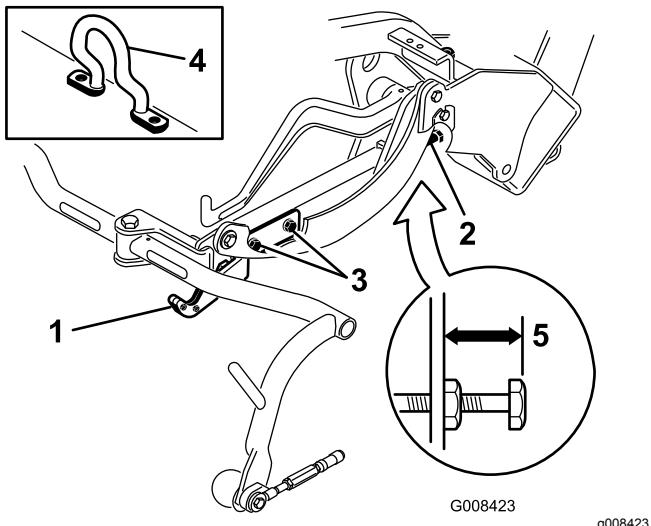
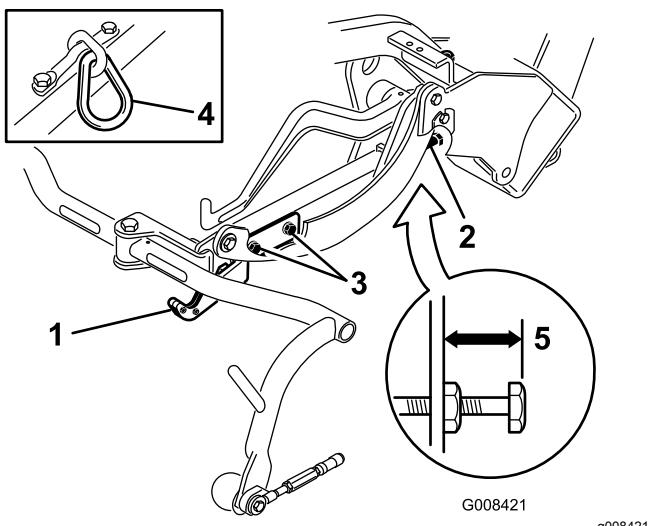
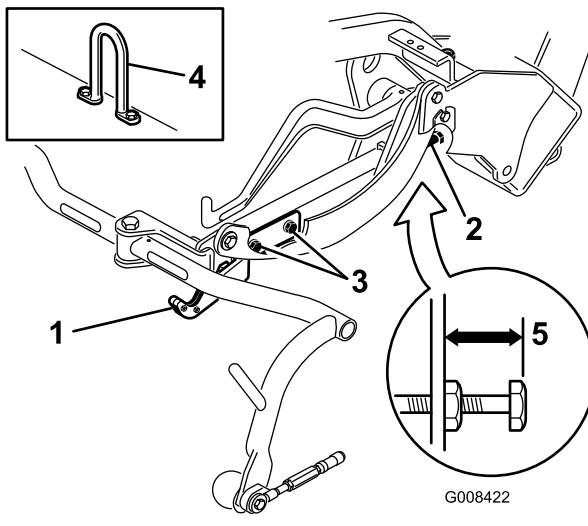

图12
图13
图14
检查行驶高度图13 和图14 必要时进行调节。
2. 在配备偏置吊钩的滚刀组图12 插页上确认从承载架调节螺丝的顶部到承载架背面的距离是否为 25mm。如果距离不是 25mm 请转至步骤 4。
3. 在配备链节或垂直吊钩的滚刀组 图13 和 图14 插页上确认从承载架调节螺丝的顶部到承载架背面的距离是否为 22mm。如果距离不是 22mm 请转至步骤 4。如果滚刀组配备了偏置提升杆 图12 请转至下一步。
4. 拧松行走板安装螺丝 图13、图14 和 图12。
7. 如果承载架高度不同请拧松承载架调节螺丝上的锁紧螺母 图12、图13 和 图14。向外旋转螺丝可升起向内旋转可放低。达到适当高度后拧紧锁紧螺母。